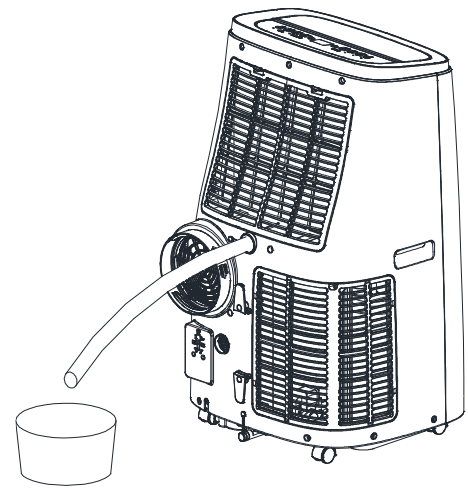

Fig.5
- Drenaje continuo (solo en modo deshumidificación): retire el tope de goma en la parte inferior de la unidad y conecte una manguera de drenaje a la abertura. Dejar que el agua se filtre en un recipiente (fig.5).